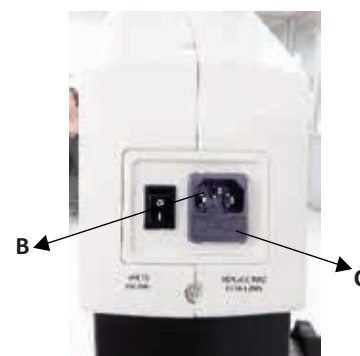

Fig. 13
- Localice el fusible en la entrada de CA (B), tal y como se muestra en la fig. 13.
- Utilice un destornillador de cabeza plana para abrir el compartimento de los fusibles (C). Se incluyen dos fusibles: uno es el fusible en uso y el segundo es un fusible de repuesto.